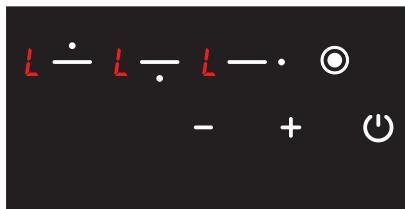

Рис. 16
3. У цей час режим захисту від дітей увімкнено та на індикаторах усіх конфорок відображається значок **L**, що символізує цей стан (Див. рис. 16). Значки **L** і **H** відображаються у разі, якщо будь-яка конфорка є гарячою.